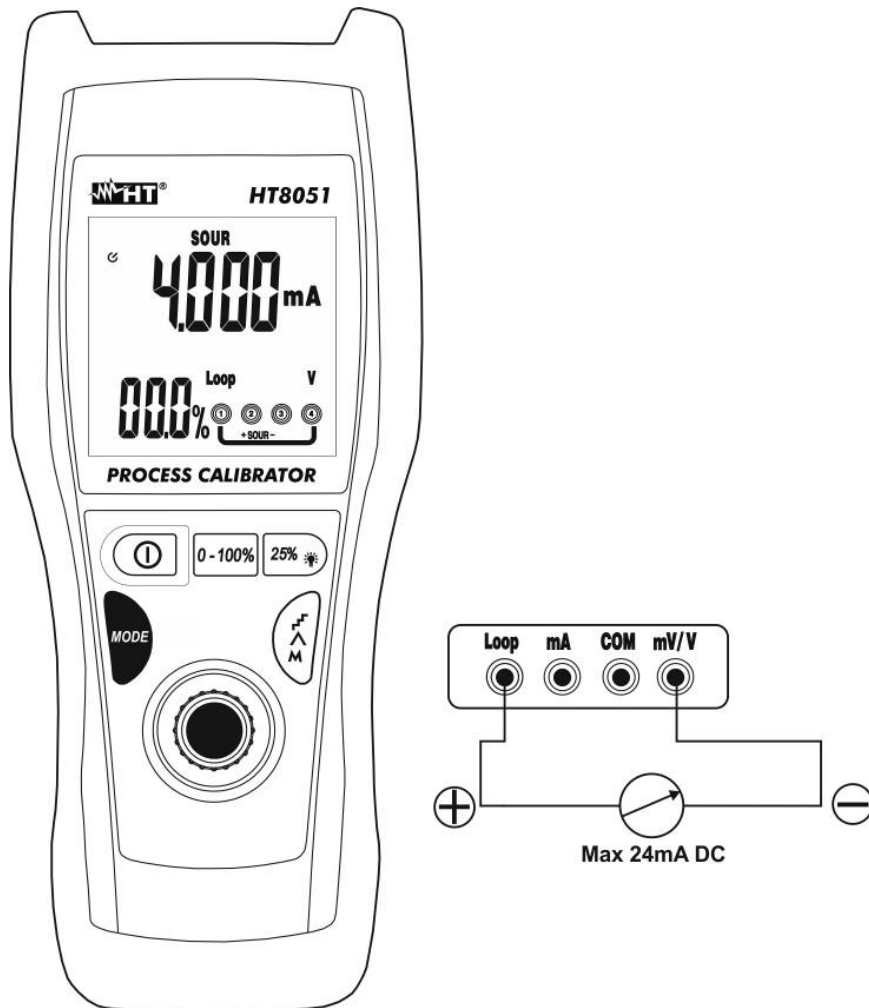

Abb. 6: Erzeugung von Gleichstrom
5. Verbinden Sie die rote Messleitung und die schwarze Messleitung mit dem jeweils positivem und negativem Potenzial des externen Gerätes, das versorgt werden muss (siehe Abb. 6: Erzeugung von Gleichstrom
7. Zur Erzeugung des negativen Stromwerts wechseln Sie die Messleitungen in die umgekehrte Richtung in Bezug auf den Anschluss in Abb. 6: Erzeugung von Gleichstrom